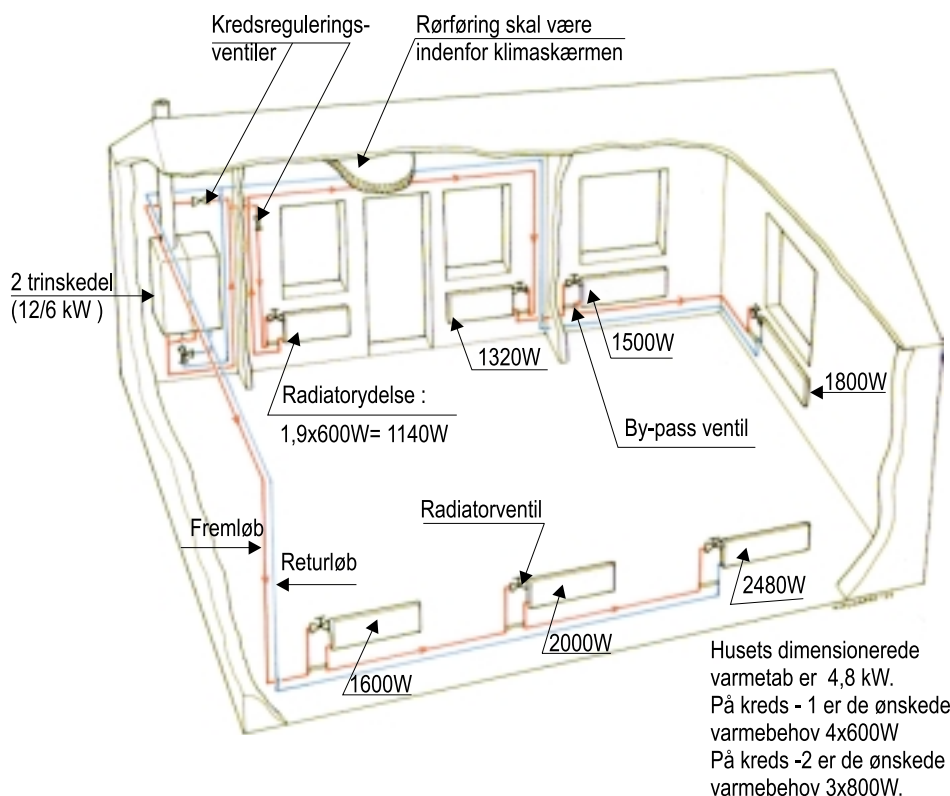

Fig. 1. 1-strengs anlæg med 2 kredse. Kreds-1: 4 radiatorer, kreds-2: 3 radiatorer
De ønskede varmebehov skal ganges med en faktor for at finde den rigtige radiatorydelse. For varmeanlægget på fig. 1 ses faktorerne i tabellen. Ved andre anlæg kan faktoren bestemmes ved hjælp af radiatorkataloger.
Af tallene for varmeanlæg og kedel på fig. 1 fås hermed:
Rørerne skal udlægges for det største af de to udregnede flow (350 l/h). Ifølge fig. 1 er varmebehovet lige stort i kreds-1 og -2. Derfor skal flowet fordeles ligeligt i de to kredse (175 l/h *pr. kreds*).
- samme antal radiatorer pr. kreds (ved forskelligt antal skal der anbringes kredsreguleringsventiler som vist på fig. 1)